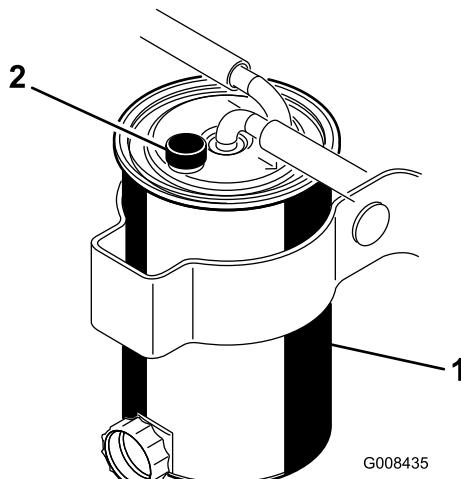

Figura 35
- Aprite la valvola di sfato presente sulla parte superiore della scatola, e attendete che il carburante cominci a uscire (Figura 35).